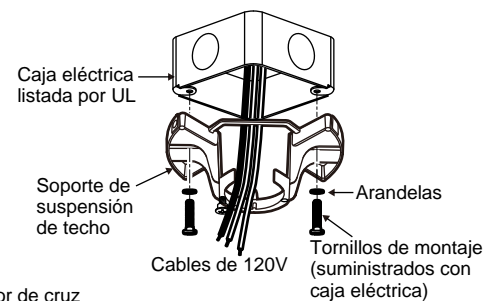

Fig. 6
Paso 3. Pase los cables de suministro de 120 voltios desde la caja de salida del techo a través del centro del soporte de montaje en el techo. (Fig. 6)
Paso 4. Fije el soporte de montaje en el techo a la caja de salida con los tornillos y arandelas incluidos con la caja de salida. (Fig. 6)